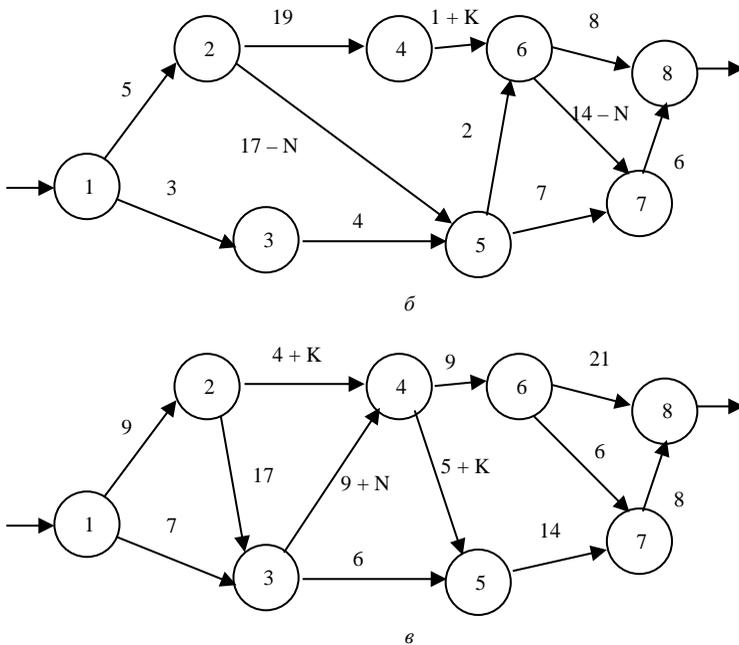

Рис. 3.13. Входные и выходные потоки сети
**Задача 3.11.** Необходимо составить кратчайший маршрут от оптовой базы до магазина РайПО, используя существующие потоки сети (рис. 3.13, а–в).